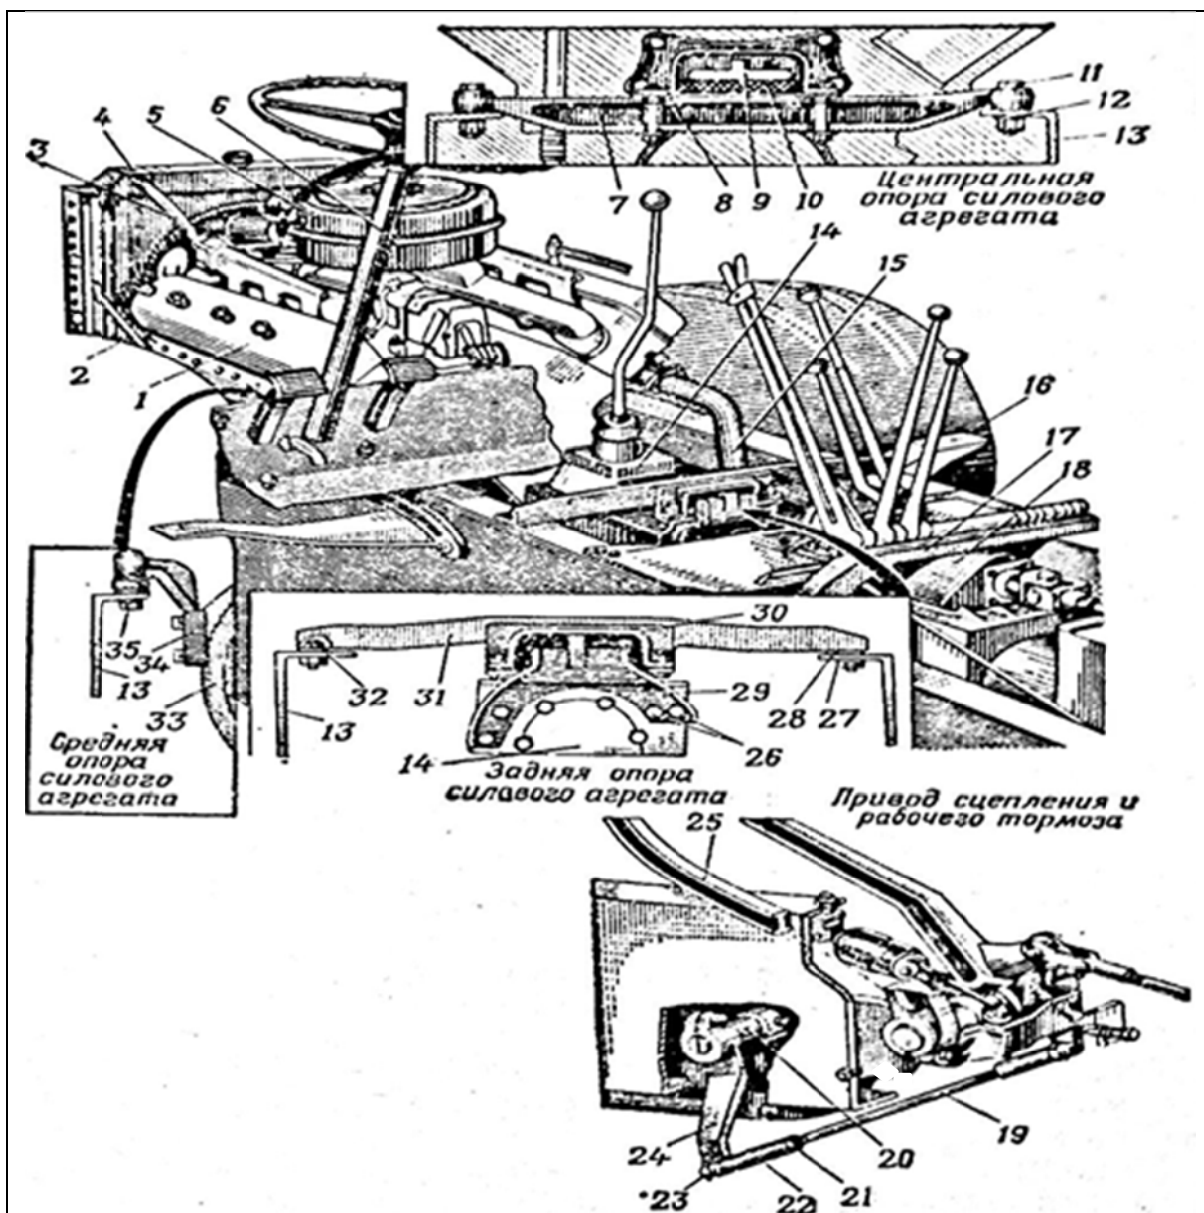
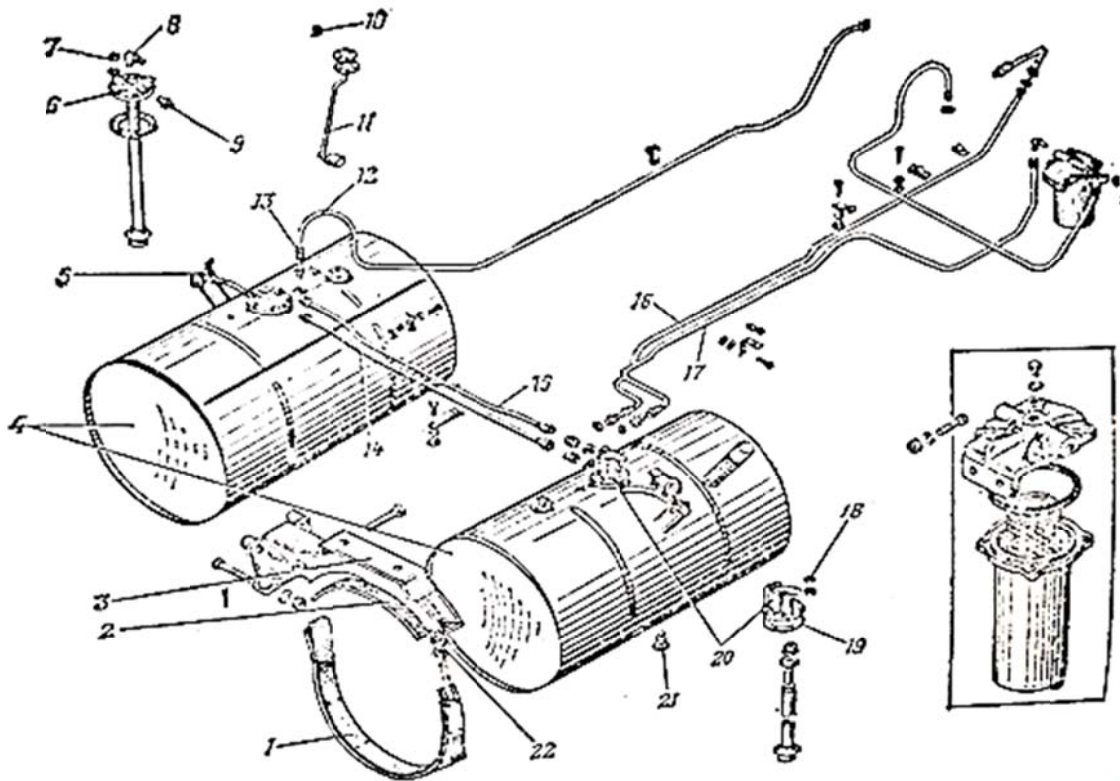

Рис. 5.3. Установка силового агрегата:
Рис. 5.4. Топливные баки и топливопроводы:
<p>19. Вывернуть два винта с шайбами крепления электропроводов стартера к соединительной панели передка кабины и отсоединить электропровода стартера от панели и клеммера. Ввернуть винты в соединительную панель</p> <p>20. Отсоединить тягу управления регулятором и трос останова двигателя от регулятора частоты вращения:</p> <p>20.1. Расширивать палец тяги управления регулятором, снять шайбу, палец и отсоединить тягу от регулятора</p> <p>20.2. Вывернуть винт 1 (рис. 5.2) и отсоединить трос 3 от скобы 2</p> <p>21. Снять оттяжную пружину привода управления двигателем со стороны коробки передач</p> <p>22. Отвернуть гайки с шайбами крепления выпускных труб 15 (рис. 5.3) правой и левой к выпускным коллекторам</p>	<p>Отвертка 175 × 0,7</p> <p>Плоскогубцы 175, молоток</p> <p>Отвертка 175 × 0,7</p> <p>Плоскогубцы 175</p> <p>Ключи 14 × 17 (2 шт.)</p>
<p>23. Открыть спускной кран воздушного баллона, выпустить воздух. Закрыть кран</p> <p>24. Вывернуть стяжной винт хомута крепления шланга трубки от компрессора к влагомаслоотделителю и отсоединить шланг от трубки влагомаслоотделителя</p> <p>25. Отвернуть накидную гайку трубки 12 (рис. 5.4) со стороны левой головки блока и отсоединить трубку от головки блока</p> <p>26. Расширивать гайки болтов 11 (рис. 5.3), отвернуть гайки с шайбами, вынуть болты</p> <p>27. Отвернуть гайки крепления скоб правой и левой опоры двигателя и снять скобы</p> <p>28. Отсоединить коробку передач от рамы</p> <p>28.1. Отвернуть гайки с шайбами болтов крепления фланца-вилки карданного вала переднего моста к фланцу вала раздаточной коробки. Вынуть болты, отсоединить карданный вал от раздаточной коробки и отвести его в сторону</p>	<p>Отвертка 175 × 0,7</p> <p>Ключ 14 × 17</p> <p>Ключи 27 × 30 (2 шт.), плоскогубцы 175</p> <p>Ключ 19 × 22</p> <p>Ключи 14 × 17 (2 шт.), ключ накидной 17, молоток, лопатка монтажная</p>
28.3. Расшплинтовать палец 23 (рис. 5.3) и отсоединить тягу 19 от рычага 24 вала вилки выключения сцепления	Плоскогубцы 175
34. Отвернуть гайки с шайбами болтов крепления скобы 8 (рис. 5.3) к балке 7 и снять балку, скобу и подушку 10 с кронштейна	Ключи 19 × 22 и 22 × 24
<p>47. Подсоединить трубку 12 (рис. 5.4) к штуцеру левой головки блока цилиндров, навернуть на штуцер накидную гайку трубки и затянуть</p>	Ключ 14 × 17
60.2. Установить балку 31 (рис. 5.3) задней опоры в сборе с задней опорой силового агрегата так, чтобы совместить отверстия в кронштейне 29 под болты 26 с резьбовыми отверстиями коробки передач и вернуть в совмещенные отверстия болты с пружинными шайбами, не затягивая их	То же